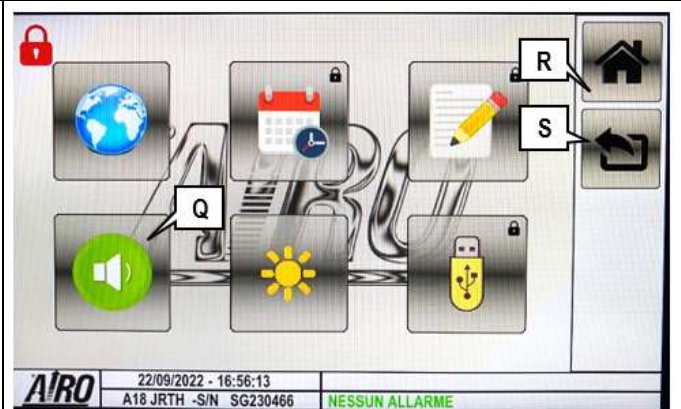

Figura 14
Per **IMPOSTARE IL FUNZIONAMENTO DELL'AVVISATORE ACUSTICO**, dopo avere premuto il pulsante (M) si arriva alla pagina mostrata in Figura 14.